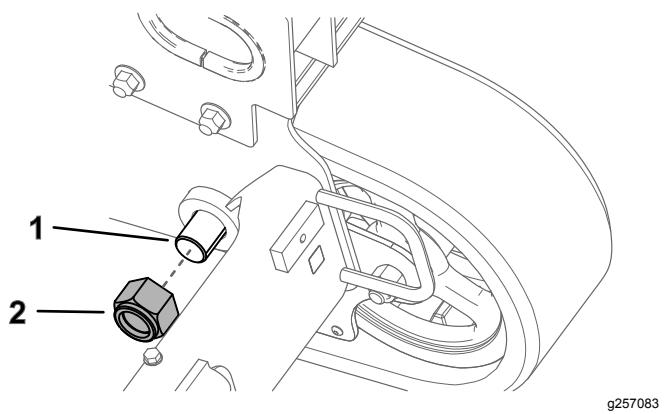

**Figure 4**
1. Placez des chiffons ou un récipient sous les raccords hydrauliques des moteurs des chenilles pour récupérer le liquide pendant que vous effectuer cette procédure (Figure 4).